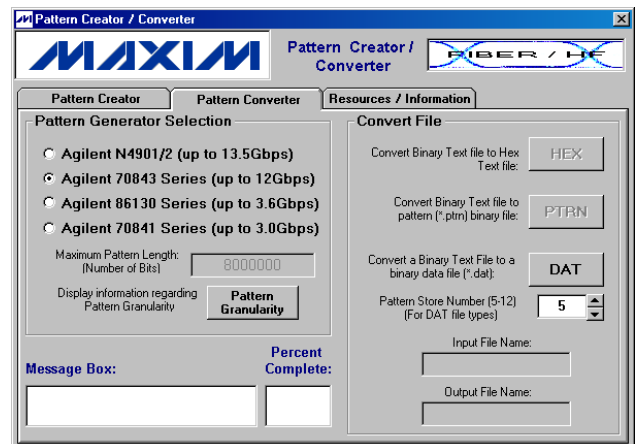

図 16. Converter の実例(ステップ#1)
1. 使用するパターン発生器を選択します。この例では、発生器は Agilent 70843 シリーズであると想定しています(図 16)。
2. 上/下ボタンをクリックして、DAT ファイルタイプのパターン格納数(Pattern Store Number)を 5 ~12 の任意の値に設定します(図 16)。